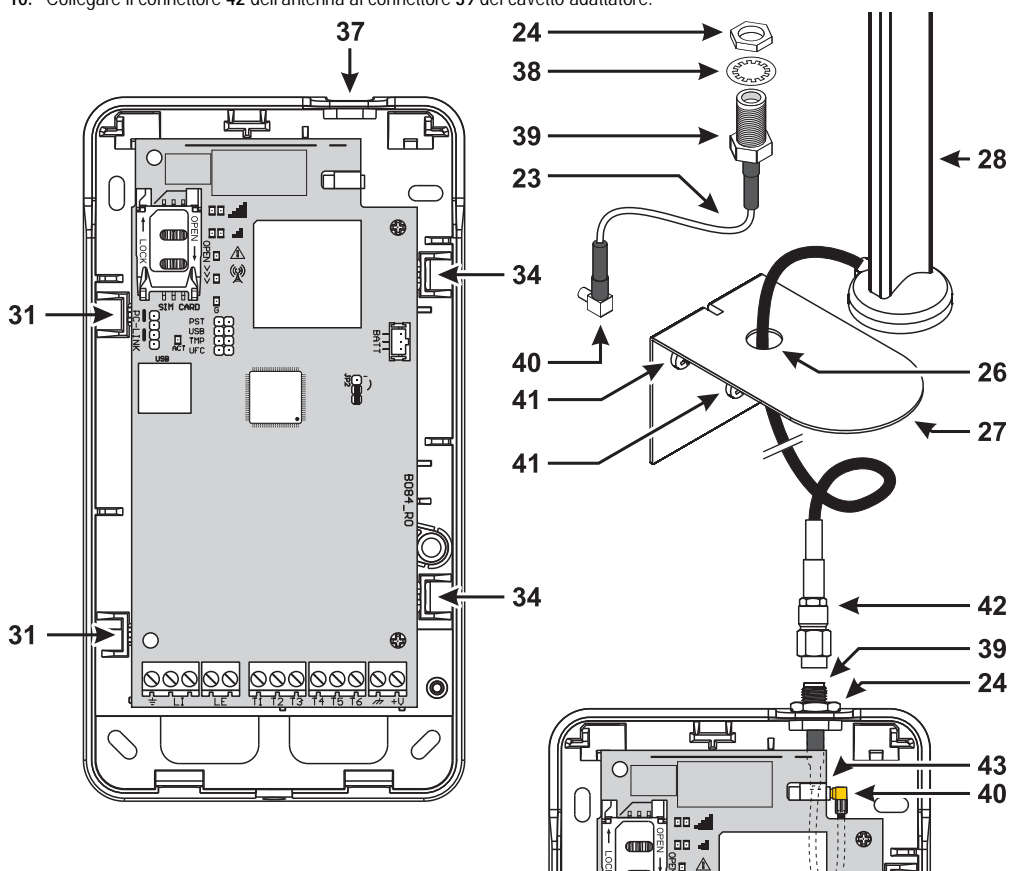

Figura 5 – Montaggio dell'antenna ANT5-02.
L'ANT5-02 ha un guadagno maggiore dell'antenna integrata dei Comunicatori nella versione con contenitore e può essere montata al chiuso in un raggio di 2 metri di distanza dal Comunicatore, consentendo di migliorare la ricezione del segnale GSM, come descritto di seguito e illustrato in Figura 5.
*Assicurarsi che il cavetto adattatore segua il percorso mostrato in Figura 5.*